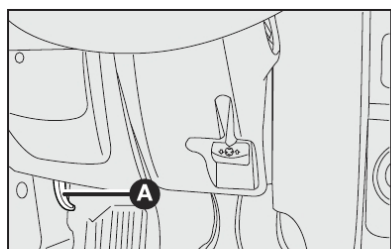

fig. 102
- 1) puxar a alavanca **A**-fig. 102.